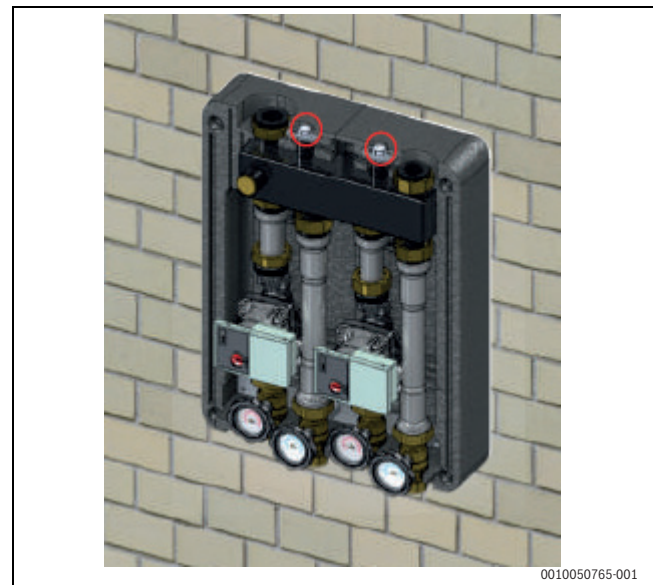

Bild 139 Sechskantschrauben eindrehen
5. Das Modul mit den zuvor montierten Wandhaltern an der Wand befestigen (→ Abb. 138). Sechskantschrauben eindrehen (→ Abb. 139).